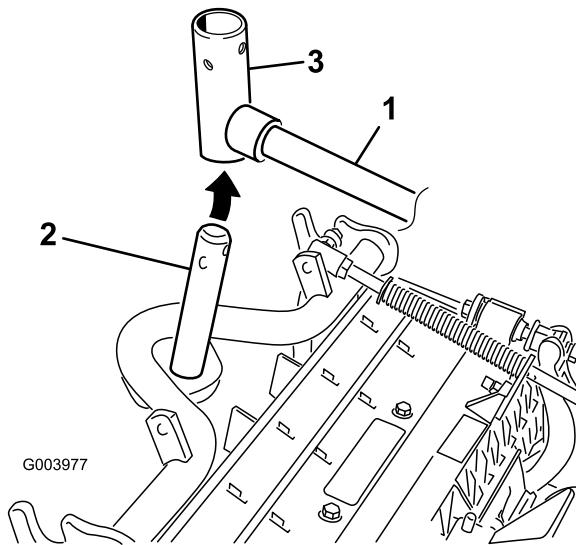

Figura 10
8. En las unidades de corte delanteras, deslice una unidad de corte debajo del brazo de elevación mientras introduce el eje del bastidor de tiro en la horquilla de pivot del brazo de elevación (Figura 10).
- B. Introduzca la horquilla del brazo de elevación en el eje del bastidor de tiro (Figura 10).